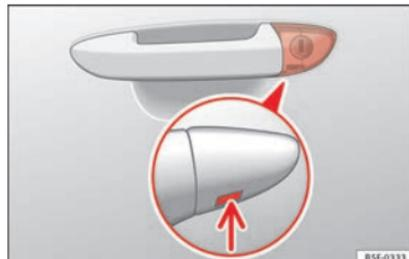

Fig. 3 Maniglia della porta del conducente: serratura di chiusura nascosta.
- Introdurre l'ingegno nell'apertura inferiore del coperchio posto sulla maniglia della porta del conducente » » » fig. 3 (freccia) e sollevare il coperchio dal basso verso l'alto. » » »